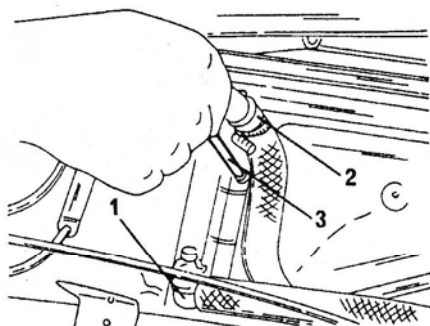

Рис. 108. Снятие отопителя.
- Отвернуть корпус отопителя от поперечной растяжки и нижнюю половину корпуса корпуса отопителя (рисунок 108). Отвернуть также кабель массы и гибкий трос заслонки отопителя.
- После ослабления хомутов отсоединить два шланга отопителя с правой стороны (рисунок 108).